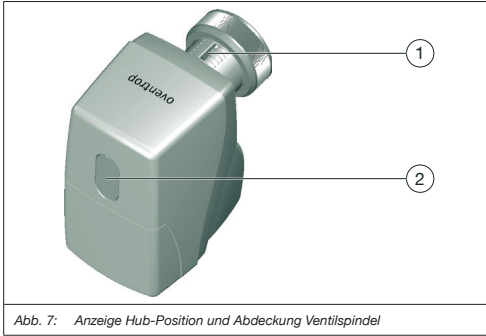
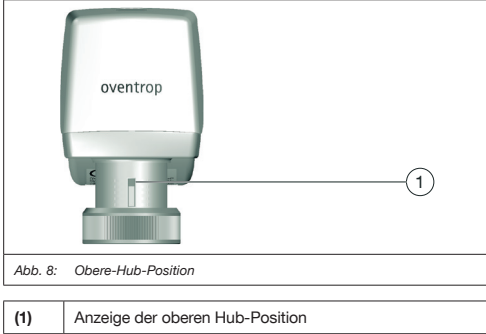

Abb. 7: Anzeige Hub-Position und Abdeckung Ventilspindel
Abb. 8: Obere-Hub-Position
Handverstellung	Nur im spannungslosen Zustand! Verstellspindel für Innensechskantschlüssel unter der Abdeckung (Position 2 in Abb. 7), Schlüsselweite 4 mm
- Wenn sich der Stellantrieb nicht in der oberen Hub-Position befindet (siehe Position (1) in Abb. 8): Öffnen Sie die Abdeckung für die Handverstellung (Verstellspindel) (siehe Position 2 in Abb. 7) und bringen Sie den Stellantrieb mit einem Innensechskantschlüssel (Schlüsselweite 4 mm) in die obere Hubstellung.